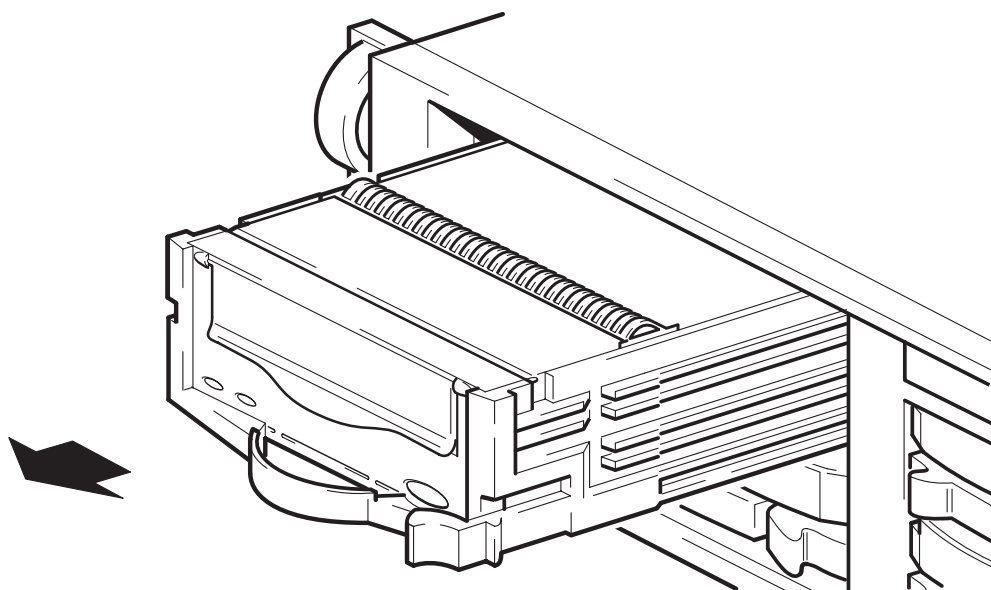

Abbildung 5b: Herausnehmen des Laufwerks
- 4 Installieren Sie das neue Bandlaufwerk in demselben Schacht. Führen Sie das Laufwerk einfach in den Schacht ein, bis es fest im Anschluss sitzt und der Freigabehebel einrastet. Siehe Abbildung 5b.